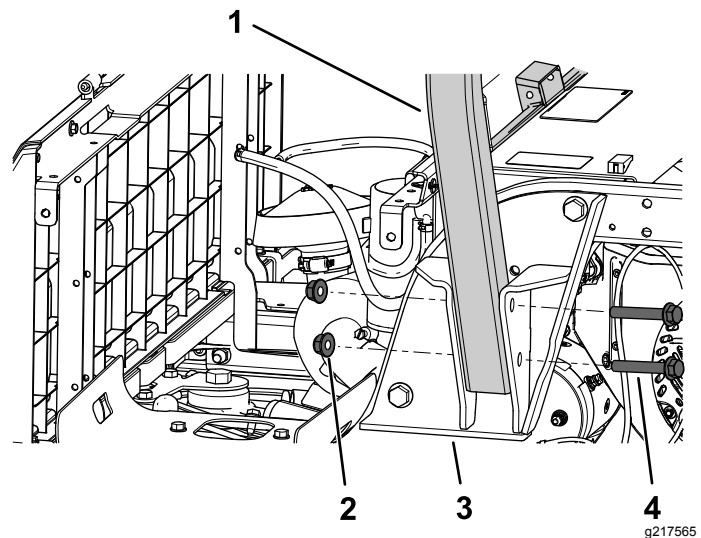

Bild 19
1. Befestigen Sie eine Seite des Überrollbügels mit zwei Bundkopfschrauben ($\frac{1}{2}$ " x 3½") und zwei Sicherungsmuttern ($\frac{1}{2}$ " an einer Überrollschutzhalterung, wie in Bild 19 abgebildet.